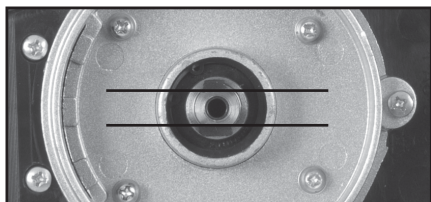

Afb. 11
- Houd de steunschijf met de palm van één hand vast en draai met de andere hand de inbusbout los met behulp van de bijgeleverde 5 mm inbussleutel. (**Afb. 11**)